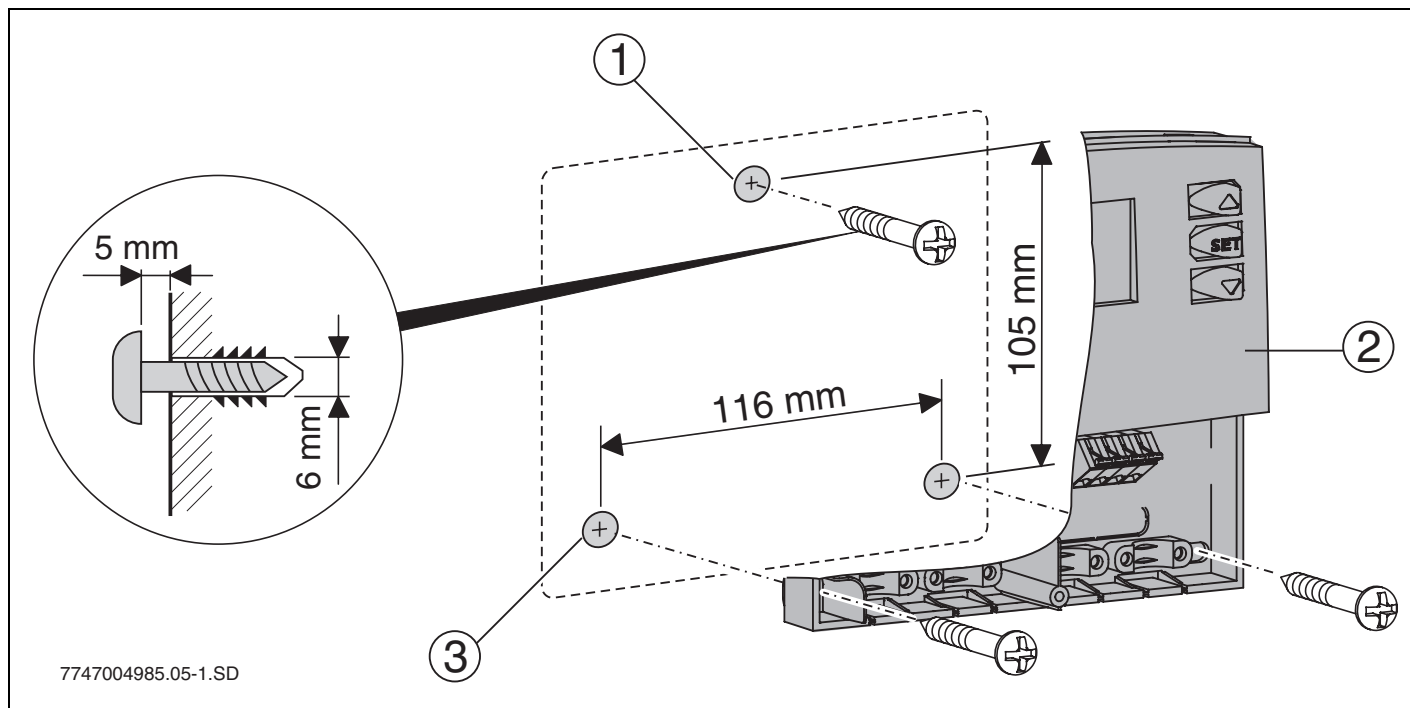

Рис. 5 Настенный монтаж регулятора
- ▶ Просверлите верхнее отверстие (→ рис. 5, поз. 1) и заверните прилагаемый винт так, чтобы он выступал на 5 мм.
- ▶ Подвесьте регулятор на вырез в корпусе. Отметьте нижние отверстия (→ рис. 5, поз. 2) для крепления, просверлите их и вставьте дюбели.